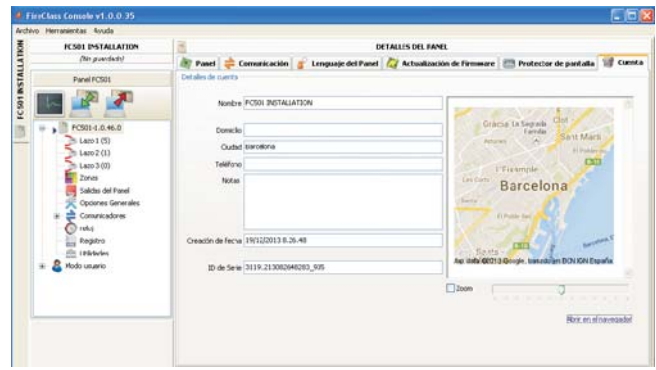

Figura 21 Ventana "Cuenta"
- Haciendo ‘clic’ en este icono se abre la ventana de la Figura 21 donde es posible elegir el tipo de central, la revisión Firmware, introducir el nombre de la central y la dirección de las centrales.